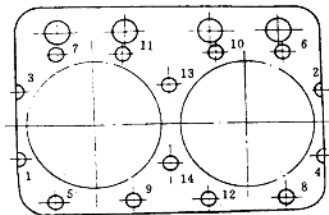

图 1-6 135 柴油机气缸盖螺母拆卸顺序
(1) 拆下气缸盖罩。
(2) 拆摇臂轴油管。
(3) 拆摇臂座,将摇臂座、摇臂轴和摇臂一起从气缸盖上拆下,并取出气门推杆。
(4) 按规定的顺序拆下气缸盖紧固螺母,如图 1-6 所示,并取下垫圈,抬下气缸盖,取下气缸垫。